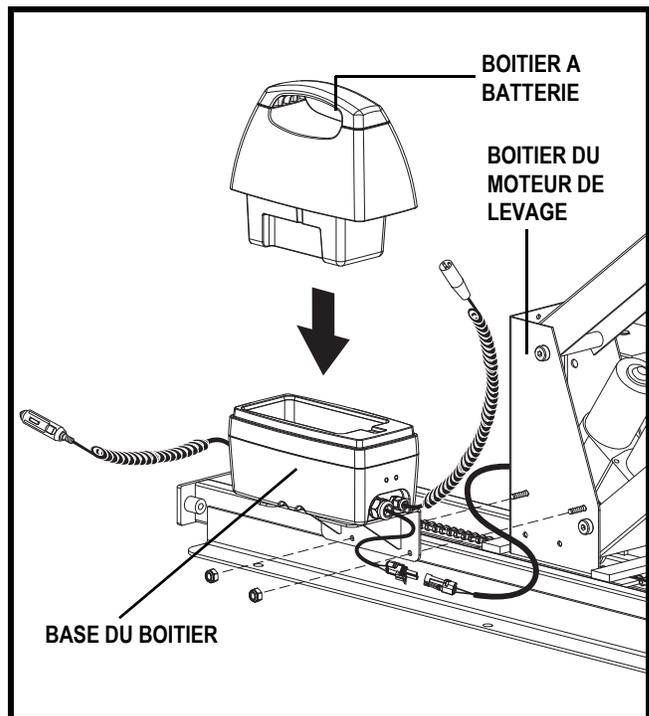

Figure 5. Installation batterie interne (Type II)
1. Retirez les écrous et rondelles en surface du boîtier sur le côté du moteur de l'appareil de levage. **Voir la figure 5.**
2. Installez le boîtier sur les boulons et fixez-le avec les écrous et rondelles que vous avez retiré plutôt. **Voir la figure 5.**